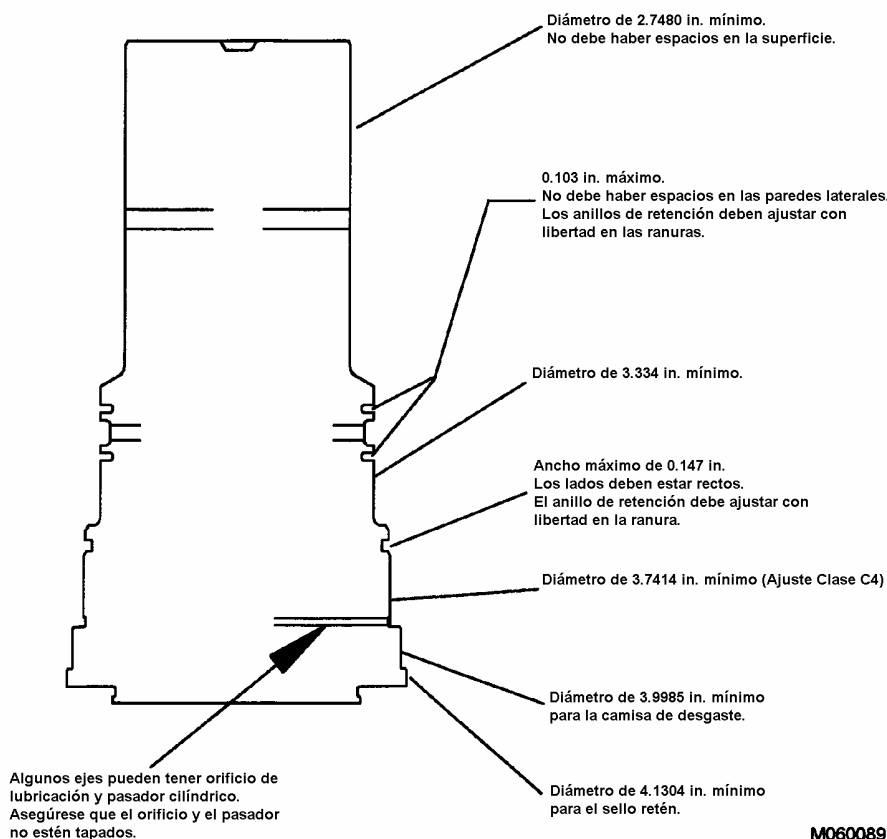

FIGURA 7-31. DIMENSIONES DE DESGASTE DEL CONJUNTO DEL EJE
1. Revise el conjunto del eje por si estuviera gastado o dañado. Consulte la Figura 7-31 por las dimensiones.